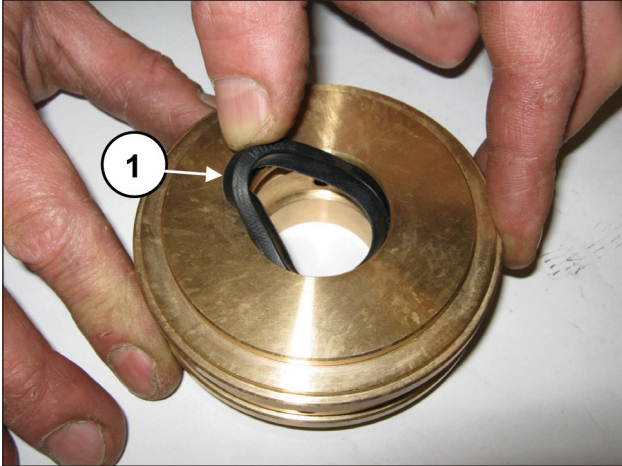

Abb. 181
Setzen Sie die ND-Dichtung in den Dichtungshalter ein (Pos. ①, Abb. 181) und achten Sie hierbei auf die Einbaurichtung mit nach vorn gerichteter Dichtlippe (zum Kopf hin).